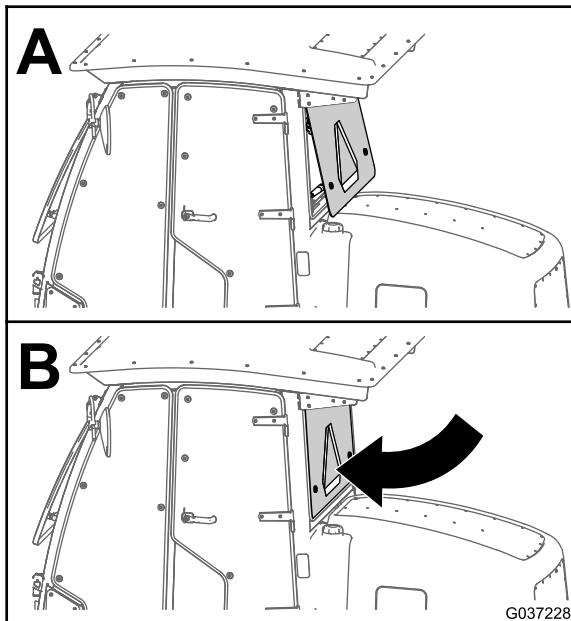

Figura 59
1. Feche a janela traseira da cabina (Figura 59).